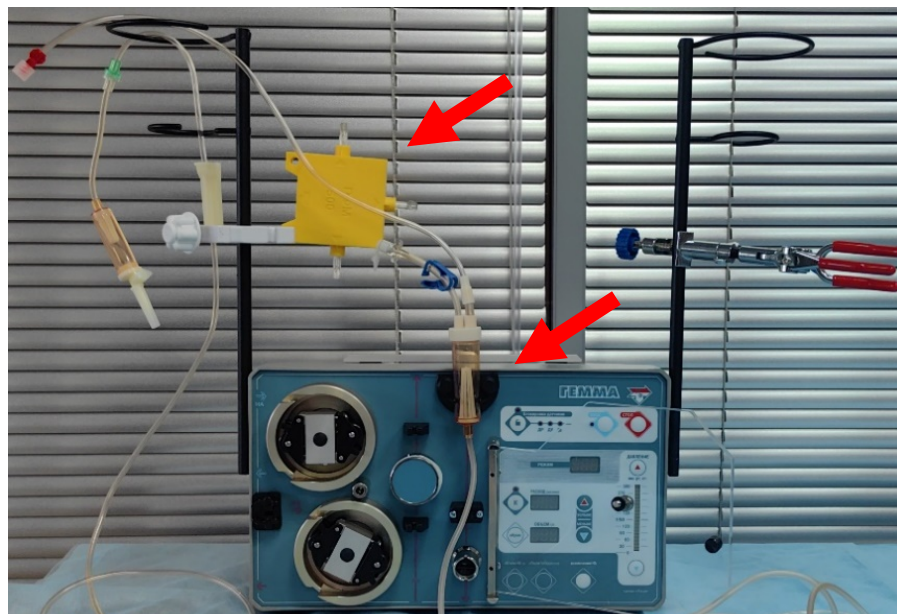

Рисунок 2.1
- 2.1. Установите плазмифильтр в специальный держатель. Установите воздушную ловушку линии возврата в датчик уровня. Обратите внимание, воздушная ловушка устанавливается таким образом, чтобы её нижняя часть не касалась стеклянной дверцы аппарата (рис. 2.1).